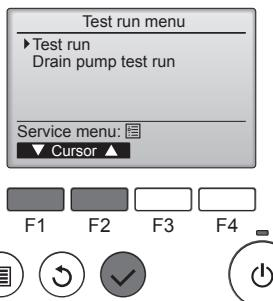

Fig. 7-2
- ② Выберите режим “Test run” (Пробный пуск) в Меню пробного пуска и нажмите кнопку [ВЫБОР]. (Fig. 7-2)
- ③ Запускается режим “Пробный пуск” и отображается экран пробного пуска.